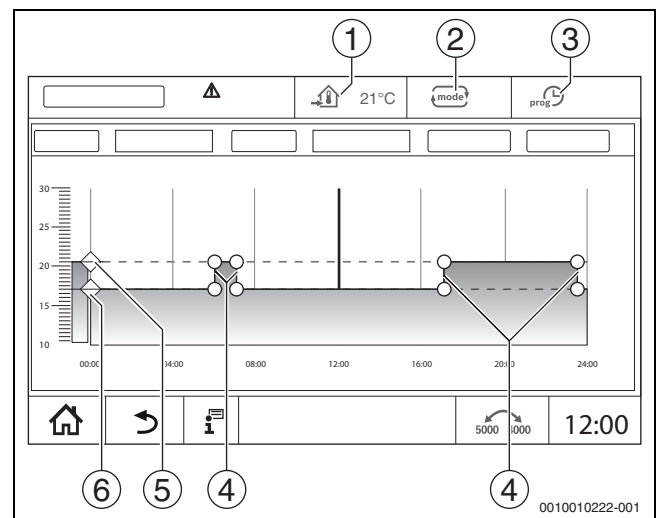

Bild 21 Automatik Absenkbetrieb im Zeitprogramm ändern
Für die Betriebsarten (→ Bild 21, [2], Seite 21) und die erweiterten Funktionen können jeweils eigene Temperaturen und Umschaltkriterien eingestellt werden. Die Einstellungen können für jeden Heizkreis und jede Betriebsart separat vorgenommen werden.
Der **Automatik Absenkbetrieb** wird über die Parameter in den Servicemenüs vordefiniert. Die Parameter lassen sich im Zeitprogramm ändern (→ Bild 21, [4], [6]).
- ▶ Temperaturen durch Verschieben der Punkte (→ Bild 21, [5], [6]) ändern.